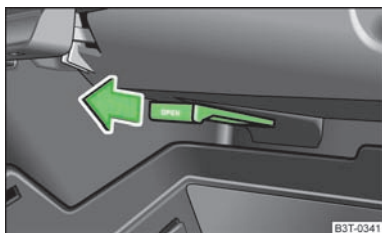

Abb. 89
- › Die Luftzufuhr wird geöffnet, indem der Hebel in Pfeilrichtung gezogen wird » Abb. 89.